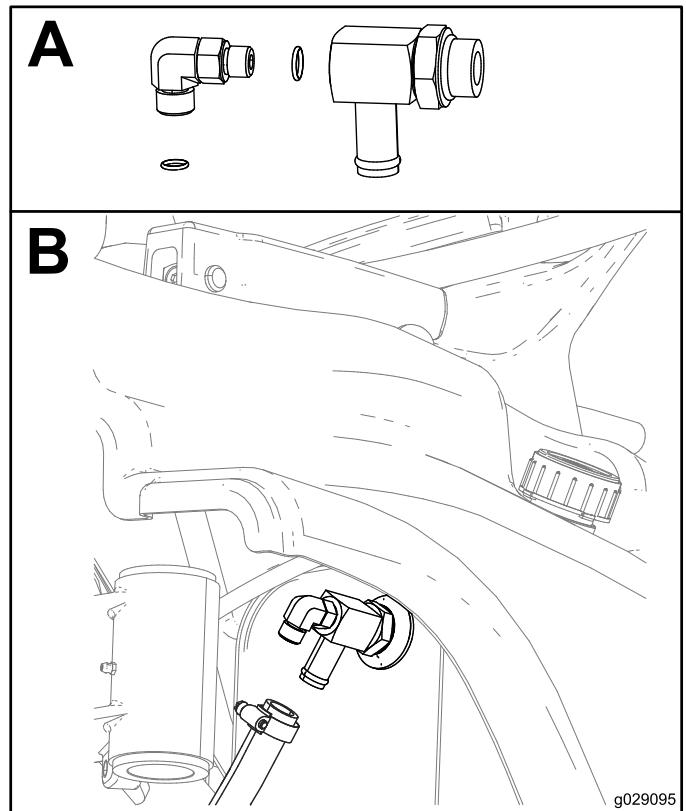

Bild 18
4. Entfernen Sie den vorhandenen Krümmer von der Rückseite des Hydraulikbehälters an der rechten Seite der Maschine und befestigen Sie das 90°-Anschlussstück und den Adapter und schließen Sie den Schlauch an, wie in Abschnitt B in Bild 18 abgebildet.
3. Befestigen Sie das 90°-Anschlussstück (3/8" x 3/8", Außengewinde) am 90°-Anschlussstück (3/8", Innengewinde x 3/8", Außengewinde x ¾" Schlauchzahnung), wie in Abschnitt A in Bild 18 abgebildet.